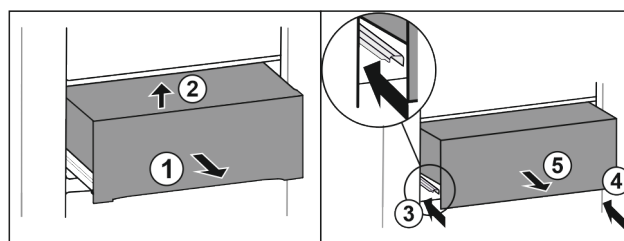

Fig. 32
- ▶ Wyciągnąć szufladę do połowy Fig. 32 (1).
- ▶ Unieść z przodu Fig. 32 (2).
- ▶ Wsunąć lewą szynę Fig. 32 (3).
- ▶ Wsunąć prawą szynę Fig. 32 (4).
- ▶ Wyjąć szufladę do przodu Fig. 32 (5).